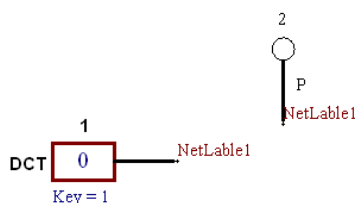

图 1-8: 使用网络标签连接器件的管脚
5. 在“属性”窗口中的“名称”栏中输入一个合适的网络名称，例如“NetLabel1”。这样，两个被选中的网络标签就被修改为相同的名称了，它们标识的两个管脚之间就建立了连接关系。图 1-8 是一个一位交互式数字信号与数字探针使用网络标签完成连接后的原理图。